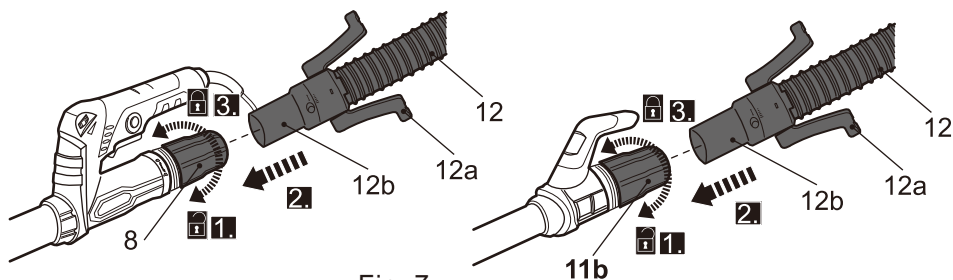

Fig. 7
- > Desserrez le manchon situé sur l'embout d'évacuation de la poussière (8, 11b). Ne retirez pas complètement le manchon de l'embout (Fig. 7, étape 1).
- > Insérez le raccord du tuyau d'aspiration (12b) dans l'embout d'évacuation de la poussière jusqu'en butée (Fig. 7, étape 2).
- > Sécurisez ensuite le raccordement en serrant le manchon sur l'embout d'évacuation (Fig. 7, étape 3).